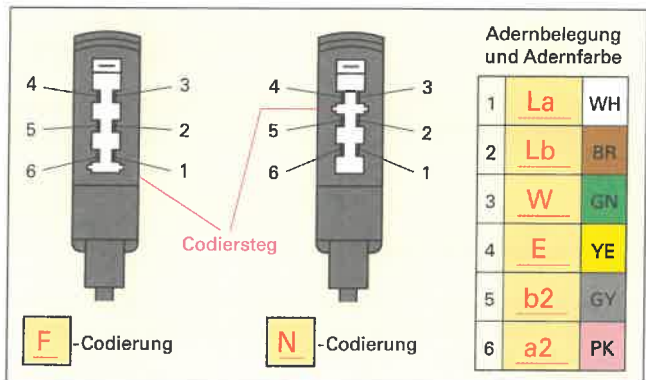

Bild 3: TAE-Stecker
- Ergänzen Sie die fehlenden Anschlussbezeichnungen für TAE-Stecker (Bild 3) und geben Sie die Buchstaben-Kennzeichnung für die beiden Stecker-Codierungen an.